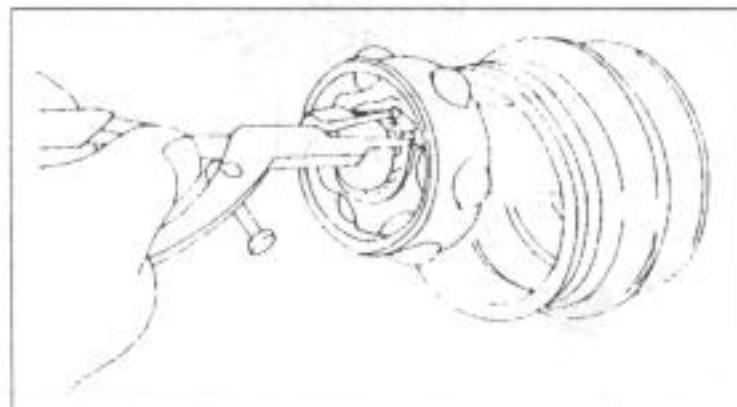

Рис.177.
- Кожух шарнира снять с приводного вала и очистить освободившийся сепаратор шарико-подшипника от излишней смазки. С помощью щипцов для пружинных стопорных колец снять пружинное кольцо с конца вала, как показано на рис.177. Прежде чем кольцо будет вынуто, обозначить взаимное расположение конца вала и внутреннего кольца.